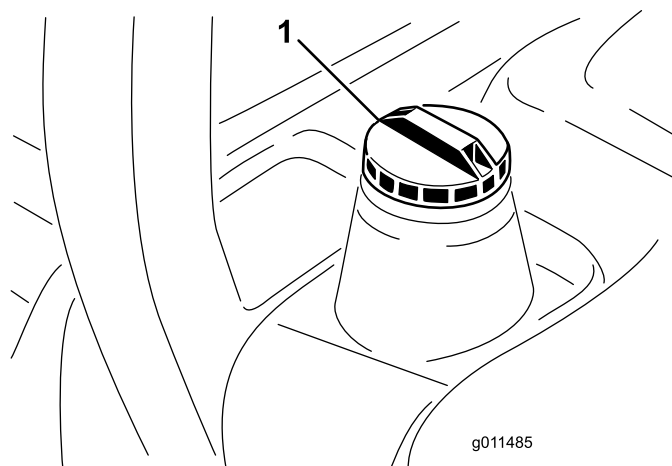

Figura 11
3. Togliete il tappo dal serbatoio carburante (Figura 11).